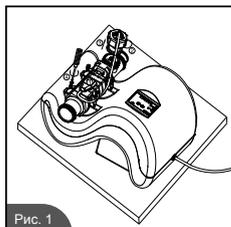

Рис. 1
1. Отключите шнур электролизера. Отвинтите гайку датчика расхода, вращая ее против часовой стрелки, и отсоедините линию сигнала датчика расхода от отверстия. После этого отвинтите четыре винта и снимите электролизер. (См. Рис.1)